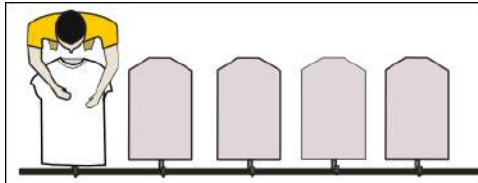

Imagen 312
**1-** Colocar una prenda de prueba en la primera paleta (Imagen 312)